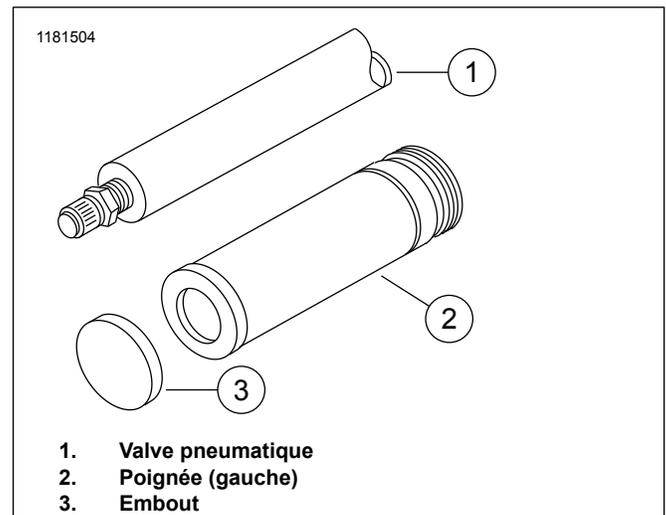

Figure 1. Alignement de la poignée gauche sur les extrémités de la valve pneumatique
6. Voir la figure 1. Pour les modèles avec valve pneumatique montée sur guidon (1) du côté gauche, déplacer le boîtier commutateur si nécessaire. Ainsi l'embout de poignée (3) sera correctement fixé.